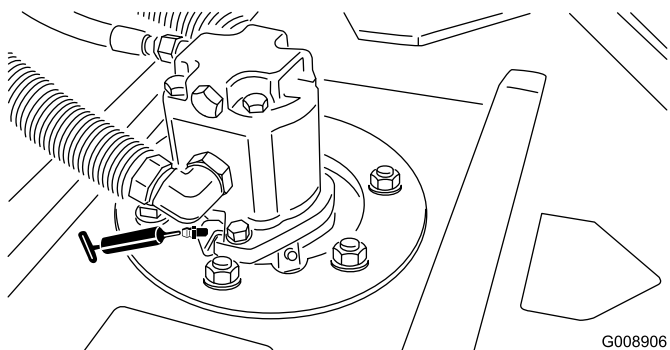

Figura 48
- Cuscinetti dell'asse del perno dell'apparato di taglio (2 per apparato di taglio) (Figura 48)